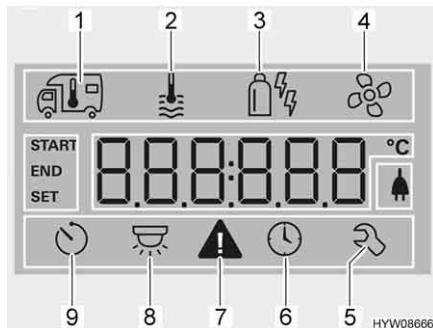

Fig. 139 Display (centralina di controllo)
- Ruotare la manopola/il pulsante (Fig. 138,6), finché il simbolo del menu del riscaldamento (Fig. 139,1) lampeggia.
- Ruotare la manopola/il pulsante (Fig. 138,6), finché il simbolo del menu relativo all'acqua calda (Fig. 139,2) lampeggia.
- Ruotare la manopola/il pulsante (Fig. 138,6), finché il simbolo del menu relativo alla modalità di funzionamento (Fig. 139,3) lampeggia.
- Ruotare la manopola/il pulsante (Fig. 138,6), finché il simbolo del menu delle ventole (Fig. 139,4) lampeggia.
- Ruotare la manopola/il pulsante (Fig. 138,6), finché il simbolo del menu del timer (Fig. 139,9) lampeggia.
- Premere la manopola/il pulsante. Il timer è attivato. Il simbolo del timer (Fig. 139,9) lampeggia quando il timer è programmato e attivo.
In caso di avviso, il relativo simbolo lampeggia (Fig. 139,7). Il riscaldamento rimane in funzione. Se si tratta solo di un guasto temporaneo, il simbolo di avvertimento si spegne autonomamente.